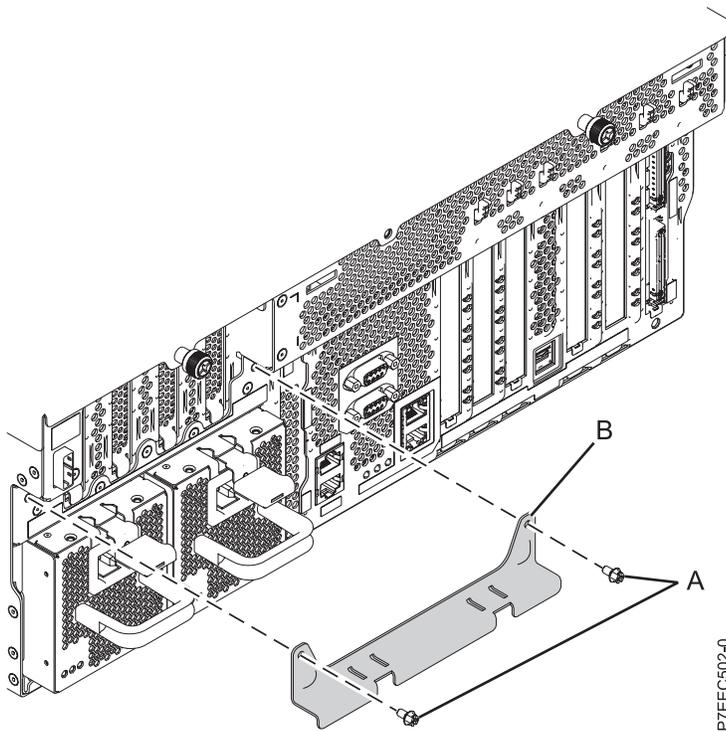

Figura 11. Extracción de la abrazadera de envío
4. Extraiga la abrazadera de transporte que está en el lado izquierdo de la parte posterior del sistema antes de conectar los cables, como se muestra en la Figura 11. Para extraer la abrazadera de transporte, siga estos pasos:
- a. Quite los dos tornillos (A).